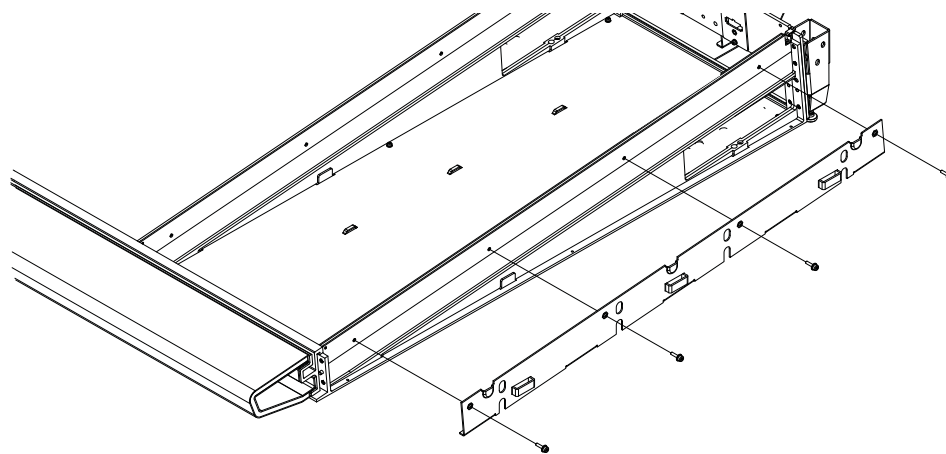

図 31. 右側のサイド・パネル取り付け用プレートを取り付ける
- 3 右側のサイド取り付け用プレートを、方向が正しいことを確認してから、フレームの右側に固定します（図 31を参照）。